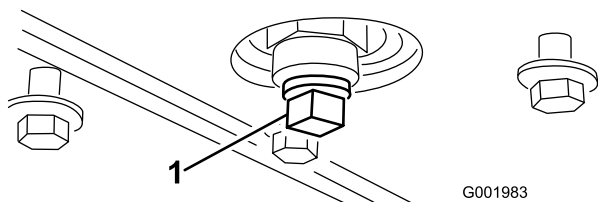

Bild 49
5. Nehmen Sie die Ablassschraube ab (Bild 49).